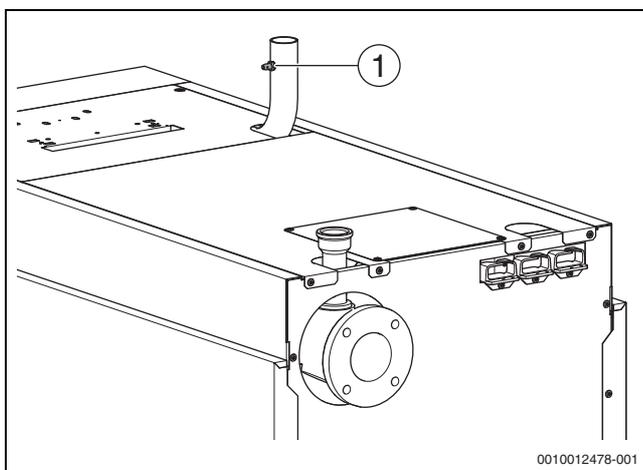

Bild 26 Gasleitung entlüften
- ▶ Verschlusschraube des Prüfnippels (→ Bild 26, [1], Seite 27) für den Gas-Anschlussdruck und Entlüftung um 2 Umdrehungen lösen.